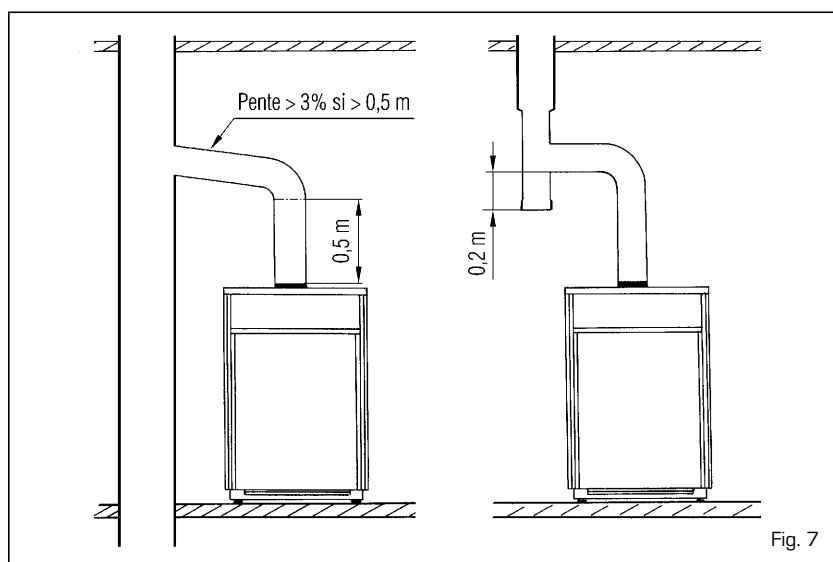

Fig. 7
2.4.1 Raccordement de la chaudière à la cheminée (fig. 7)
diamètre que celui de l'antirefouleur du générateur; il ne peut comporter aucun rétrécissement, clapet ou régulateur de tirage. Seul l'aluminium, l'acier inoxydable et l'acier au carbone sont autorisés. Pour ce dernier l'épaisseur est minimum 2 mm. Lorsque sa longueur dépasse 50 cm il y a lieu de prévoir une pente ascendante vers la cheminée, pente qui ne peut être inférieure à 3% (fig. 7). Un raccordement sous 45° est même conseillé. Le conduit de raccordement doit comprendre un élément de tuyau droit vertical d'au moins 0,5 m de longueur, placé directement à la sortie de la chaudière. Les raccordements entre tronçons de conduits métalliques s'effectuent par emboîtement de façon à maintenir les condensations dans le conduit, l'extrémité évasée étant tournée vers le haut.